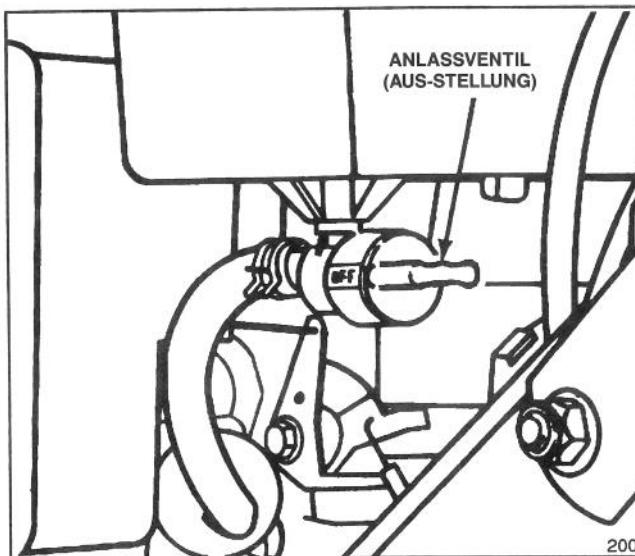

Abbildung 18
- Das Anlaßventil in die OFF-Position bringen (Abb. 18).